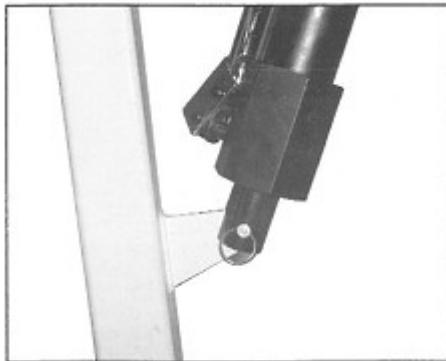

Рисунок 6
3.9. Вставьте фиксирующий штифт, чтобы закрепить подъемный механизм (насос или привод) на монтажной пластине (Рисунок 6). Проденьте кольцо в отверстие на конце штифта для окончательной фиксации крепления.